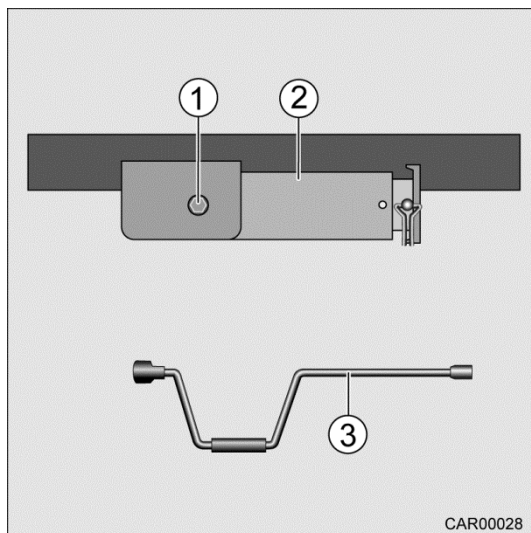

Fig. 34 Béquille arrière à manivelle
1. Enficher la manivelle (Fig. 34/3) sur l'écrou hexagonal (Fig. 34/1) et la tourner jusqu'à ce que la béquille arrière à manivelle (Fig. 34/2) pivote vers le bas.
2. Continuer à tourner la manivelle (Fig. 34/3) jusqu'à ce que la béquille arrière à manivelle (Fig. 34/2) soit à la verticale.
7. Tourner la manivelle (Fig. 34/3) jusqu'à ce que la béquille arrière à manivelle (Fig. 34/2) soit complètement en contact avec le sol.
1. Enficher la manivelle (Fig. 34/3) sur l'écrou hexagonal (Fig. 34/1) et la tourner jusqu'à ce que la béquille arrière à manivelle (Fig. 34/2) ne touche plus le sol.
6. Tourner la manivelle (Fig. 34/3) jusqu'à ce que la béquille arrière à manivelle (Fig. 34/2) soit complètement rentrée.